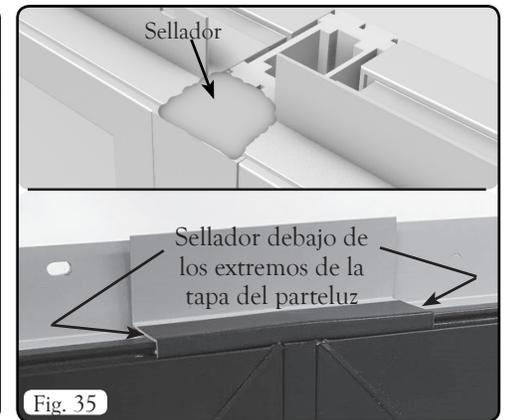

Fig. 35
- Consulte la Fig. 35. Rellene los extremos abiertos restantes del parteluz con sellador. Aplique sellador a cada extremo de la tapa del parteluz y enganche la tapa del parteluz en el bastidor centrado sobre el parteluz como se muestra en la Fig. 35.